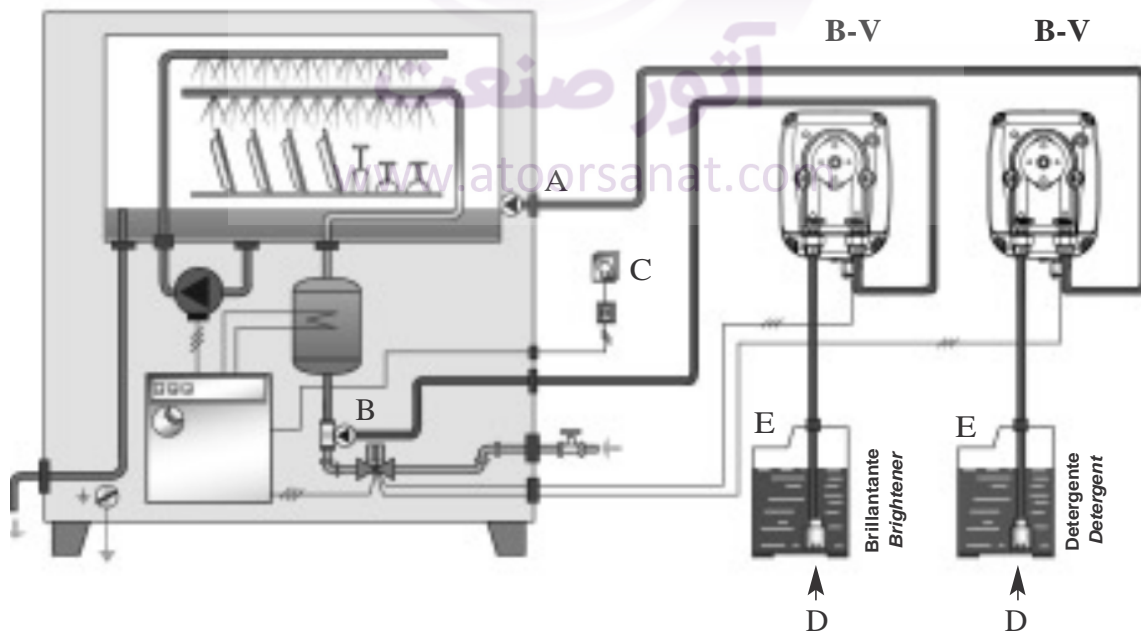

Fig. 8
- f. - Aplicar un empalme de acero de 3/8" rosca tipo gas, hembra en el conducto de la instalación que se debe tratar, en el punto más adecuado para efectuar la inyección del producto que se va a dosificar. Dicho empalme no está incluido en el suministro. Atornillar la válvula de inyección en el empalme, utilizando teflón como guarnición (Fig. 8), conectar el tubo al empalme cónico de la válvula de inyección, y fijarlo con la virola G. La válvula de inyección es a su vez, válvula de retención.
3.1 - ESQUEMA DE INSTALACIÓN TÍPICO B-V Fig. 8